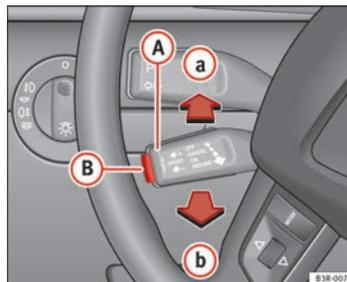

Fig. 146 Mandos del regulador de velocidad
- desplace la palanca **A** \Rightarrow fig. 146 hasta la posición **a** (sin encastrar).